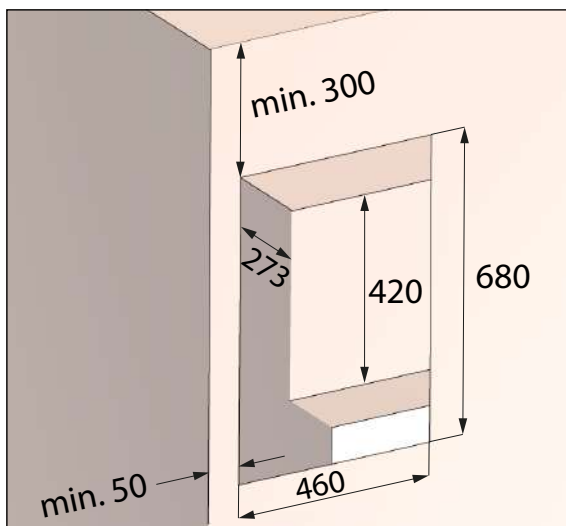

Fig. 9: Apertura del muro per set di montaggio **senza** elemento di riempimento, misure in millimetri
- Apertura del muro con nicchia (vedere la Fig. 9) per set di montaggio **senza** elemento di riempimento M-WRG-II M/Fü
- Apertura del muro con nicchia (vedere la Fig. 9 a pagina 20) per set di montaggio **senza** elemento di riempimento M-WRG-II M/Fü